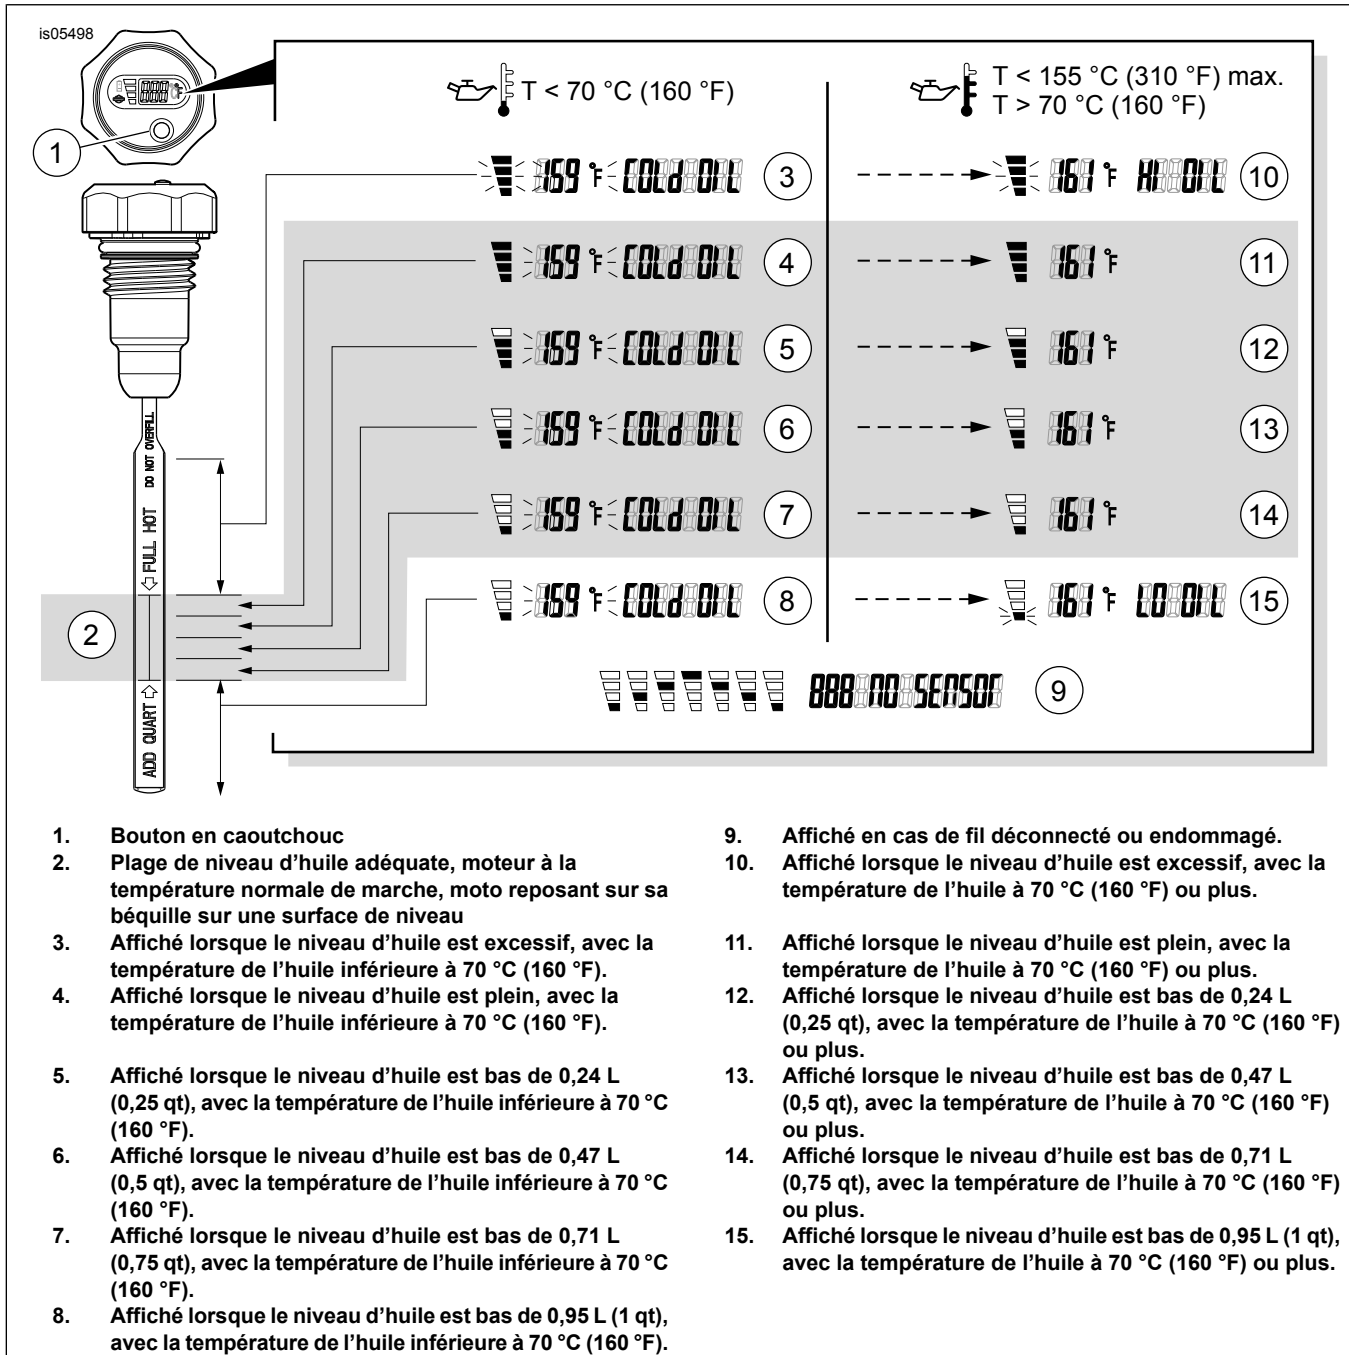

Figure 1. Jauge de température/niveau d'huile LCD
Voir Figure 1. Enfoncer et relâcher le bouton en caoutchouc sur la face avant pour afficher la température de l'huile dans le réservoir d'huile en degrés Fahrenheit (°F), et le niveau d'huile. L'affichage s'éteindra automatiquement au bout de dix secondes.
- le niveau d'huile doit être celui indiqué dans la Figure 1, écrans 4 à 8 (barres indiquant le niveau d'huile et message « COLD OIL » [huile froide], suivi de la température d'huile clignotante) lorsque le moteur est froid. **NE PAS AJOUTER D'HUILE** pour que le niveau atteigne le repère de niveau plein (FULL) sur la jauge d'un moteur FROID.
- Enfoncer et relâcher le bouton en caoutchouc sur la face avant de la jauge de température/niveau d'huile LCD pour afficher la température et le niveau de l'huile dans le réservoir d'huile. Le niveau d'huile doit être celui indiqué dans la Figure 1, écran 11, 12, 13 ou 14.